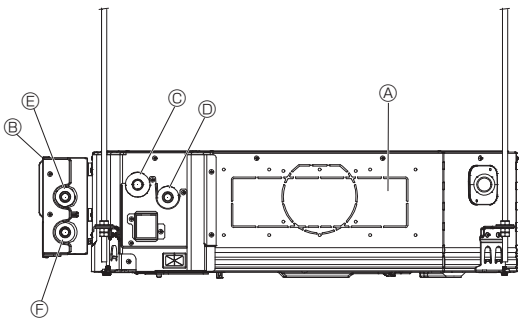

Fig. 4-10
1. Подсоедините выпускную трубу Д внутреннего блока к впускной трубе В КОМПЛЕКТА КЛАПАНА с помощью соединителя Ø22 (приобретается по месту монтажа). (Fig. 4-10)